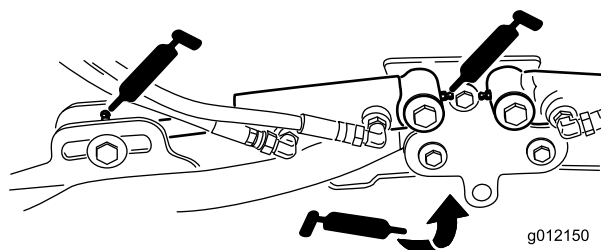

Рисунок 48
- Цилиндры подъемных рычагов режущего блока (по 2 шт.) (Рисунок 48).
- Оси поворота подъемного рычага (по 1 шт.) (Рисунок 48)